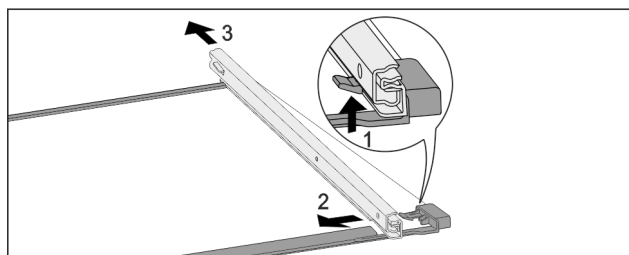

Fig. 142 Siinidega klaasplaat
- Vajutage eesmist fiksaatorkonksu ülespoole. Fig. 142 (1)
- Lükake väljatõmbesiooni küljele Fig. 142 (2) ja tahapoole Fig. 142 (3) eemale.